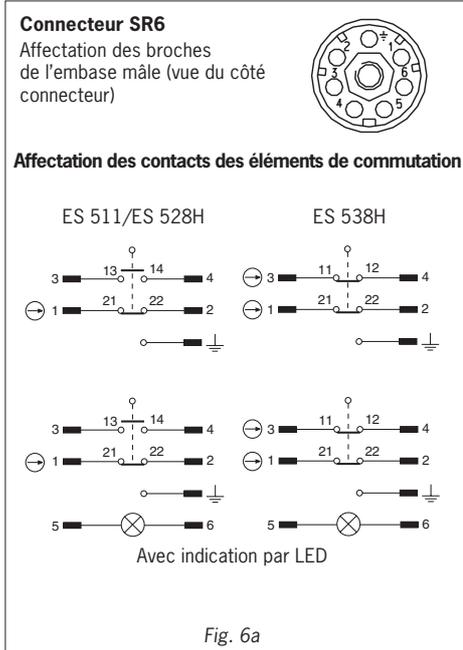

Fig. 6a
- ▶ Pour l'affectation des broches, voir fig. 6a.